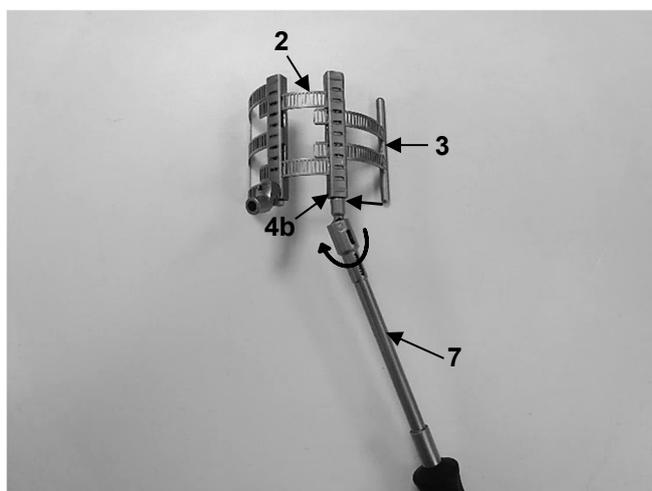

Fig. 14
2. Inserire quindi l'elemento secondario (3) nell'elemento primario (2) e ritrarlo con il Kardan cacciavite LMT-4 (7). A tal fine, ruotare in senso antiorario la vite a testa esagonale sul modulo a scatola dell'elemento primario (4b) utilizzando il Kardan cacciavite LMT-4 (7) (Fig. 14).